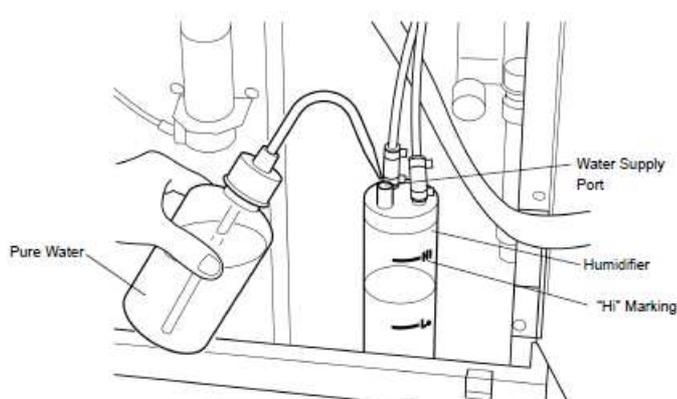

Figura 5.4.3 – Abastecimento do frasco umidificador.
1. Remover a tampa da entrada de abastecimento de água na topo do frasco umidificador, como na Figura 5.4.3.